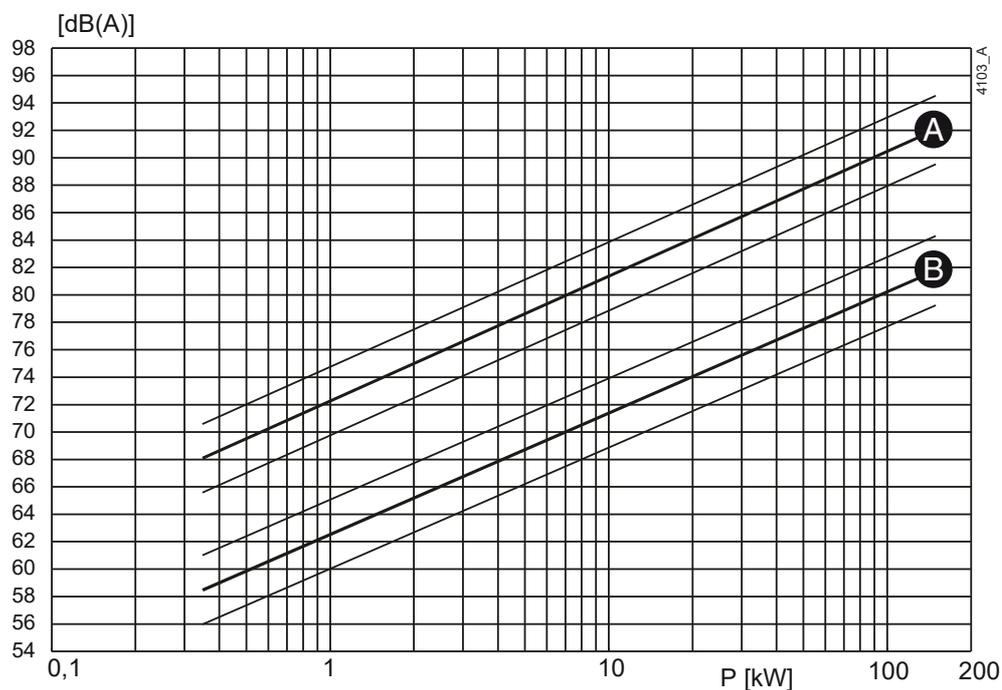
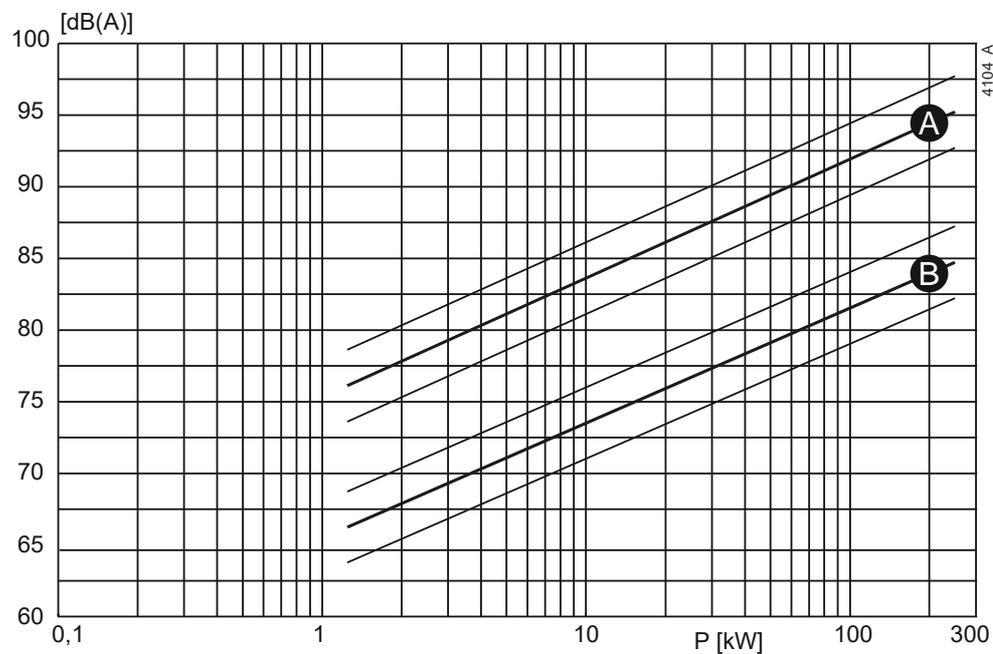

Рисунок 20. Зависимость уровня шума от мощности насоса [кВт] при 1450 об/мин.
Рисунок 21. Зависимость уровня шума от мощности насоса [кВт] при 2900 об/мин
- 1 Определите уровень шума ( $L_1$ ) насоса, см. рисунок 20 или рисунок 21.